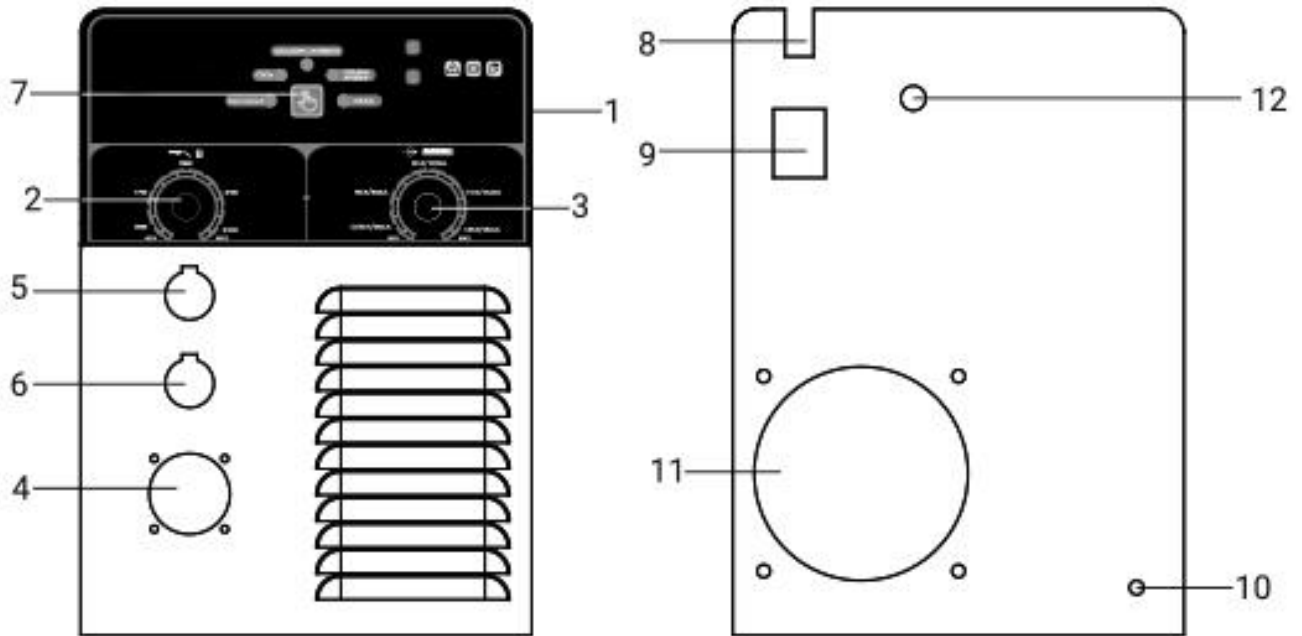
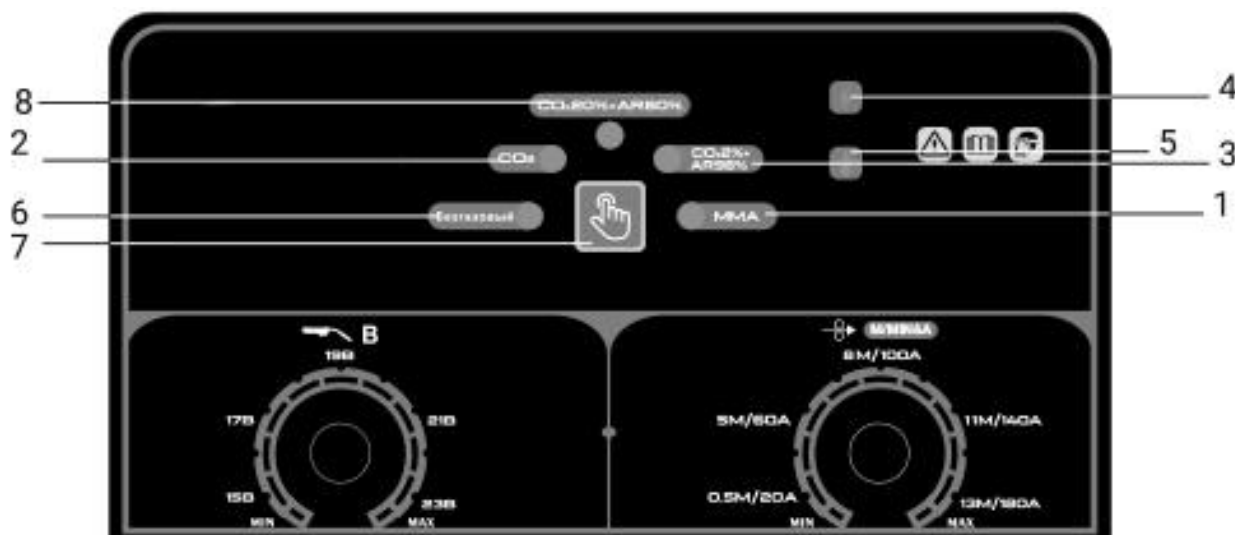

Рис. 1.
Рис. 2
Сварочный инвертор выполнен в металлическом корпусе с вентиляционными отверстиями на боковых и передней стенках и снабжен вентилятором охлаждения (рис. 1, п. 11) для отведения излишнего тепла. В передней части находятся разъёмы для подключения силовых проводов MMA (рис. 1, п. 5, 6), а также разъём для подключения сварочной горелки MIG/MAG/NoGas (рис. 1, п. 4), регулировка напряжения сварочного контура (рис. 1, п. 2) и регулировка сварочного тока (рис. 1, п. 3), панель управления (рис. 1, п. 1) и кнопка выбора режима сварки (рис. 1, п. 7).
Для начала работы выберите необходимый режим сварки нажав на кнопку (рис. 2, п. 7), в зависимости от используемой сварочной проволоки или электродов предусмотрено несколько режимов:
Силовой провод с электродержателем должен подключаться к разъёму «+» (рис. 1, п. 5), за исключением случаев использования кислотных электродов (перед подключением необходимо ознакомиться с информацией на упаковке с электродами);
силовой провод с зажимом подключается к разъёму «-» (рис. 1, п. 6), а зажимом крепиться как можно ближе к месту сварки.
сварочная горелка MIG/MAG/NoGas подключается к евро-разъёму (рис. 1, п. 4) на передней панели, в данном случае полярность определяется подключением силового кабеля с зажимом к клеммам «+» или «-».
При сварке MMA электрод необходимо зажимать в электрододержателе силового кабеля поставляемого в комплекте с инвертором, подключите данный кабель к быстрозажимному разъему «+» или «-» (рис. 1 п. 5, 6) в зависимости от типа электродов.
После подключения сварочного инвертора к сети, для включения необходимо перевести выключатель (рис. 1, п. 9) в положение «ВКЛ», после чего загорится индикатор включения (рис. 2, п. 4).
Выбор режима MMA устанавливается нажатием на кнопку выбора режима сварки (рис. 1, п. 7), при этом загорится соответствующий индикатор выбранного режима работы.
Необходимое значение сварочного тока можно установить с помощью регулировки (рис. 1, п. 3).
Подсоедините источник газа к разъёму (рис. 1, п. 12) на задней панели инвертора (в том случае если используете проволоку без флюса) и проверьте надежность соединений.
- подключите инвертор к сети и включите его выключателем (рис. 1, п. 9), снимите у сварочной горелки сопло и открутите сварочный наконечник, после чего нажмите и удерживайте курок горелки до того момента пока проволока не выйдет из держателя наконечника на 10-15 мм.
Установите необходимую величину сварочного тока исходя из параметров используемой проволоки и свариваемого материала регулировкой (рис. 1, п. 3).
- перевести выключатель (рис. 1, п.9) в положение «OFF» - выключено.